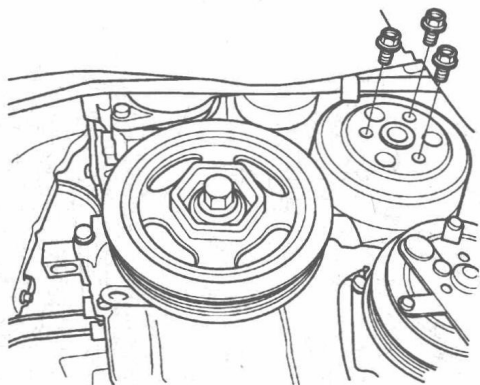

图 1-1-2
- (3) 拆下右前轮。
- (4) 拆下右侧挡泥板。
- (5) 松开水泵带轮安装螺栓。
- (6) 拆下传动带。
- (7) 拆下水泵带轮，如图 1-1-2 所示。